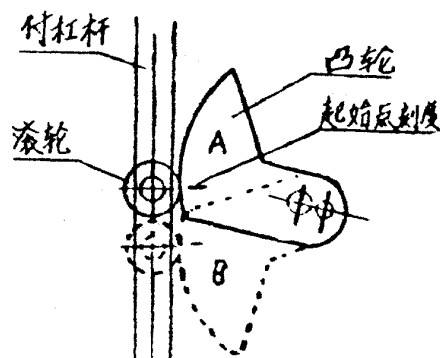

图 7 凸轮安装位置
(4)凸轮安装位置：如图 7 所示，在零位时付杠杆上的滚轮应在凸轮的起始点位置。